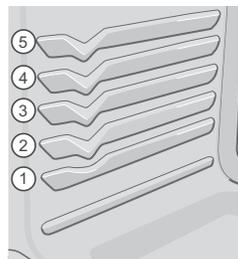

Figure 7 : Positions des grilles
- Pour obtenir de meilleurs résultats lorsque vous utilisez deux grilles pour la cuisson de gâteaux, placez ces dernières aux positions 2 et 4 (voir Figure 7).